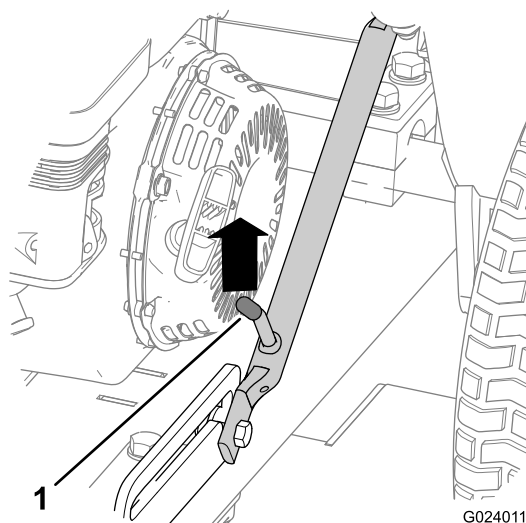

Figura 6
3. Empurre a estrutura de engate até desbloquear a alavanca de trinco do bloqueio de deslize (Figura 6).